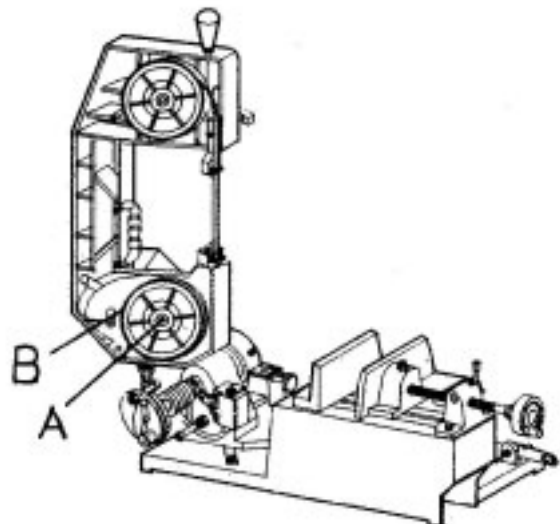

Fig. 7
1. Desserrez la vis (A) de la Fig. 7 à l'aide d'une clé six pans de 8 mm.
2. Otez le volant (B), puis lubrifiez les engrenages à l'aide de graisse thermostable.
3. Remontez soigneusement le volant, puis serrez correctement la vis (A).
Le système de tension de la machine est conçu de manière à faciliter les interventions, il suffit de tourner la manette (B) de la Fig. 7 pour augmenter ou réduire la tension de la lame suivant le besoin, en cours de fonctionnement. Ce réglage a pour principale fonction d'assurer une coupe parfaite, car il permet à la lame de travailler à tension constante. Une paire de ressorts de pression, fixés au système de tension, a en outre pour objet de réduire le jeu de la lame. Tout ceci contribue à prolonger la durée de vie de cette dernière.